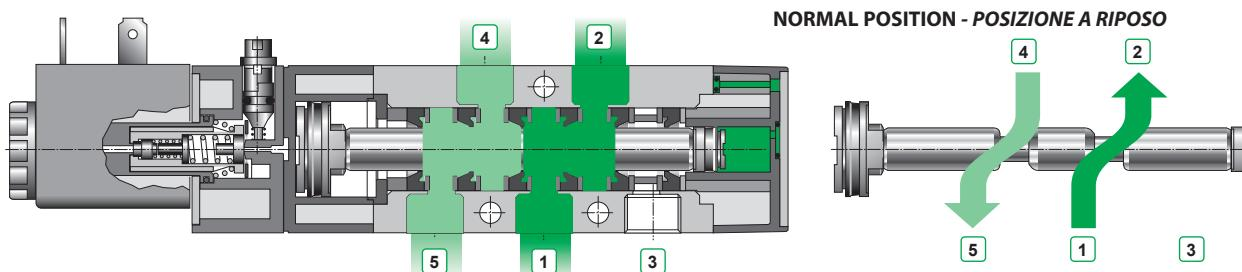

fig. 1
*Il principio di funzionamento del distributore 5/2 (nell'esempio la valvola a comando elettropneumatico e riposizionamento a molla pneumatica **E52W1S018 - 02450**) consiste nel mantenere costantemente in pressione il pistone di riposizionamento (fig. 1), utilizzando la fonte d'aria compressa presente nel condotto di alimentazione 1, collegando le vie 1-2 e 4-5.*